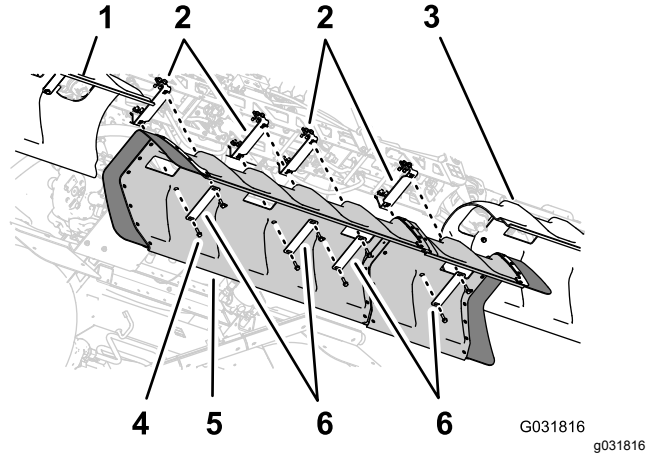

图 151
1. 将中间喷洒臂段护罩上的孔与中间喷洒臂段护罩支撑托架上的孔对齐 图 151。
2. 将在 6 拆掉可选护罩式喷洒臂组件的中间喷洒臂段护罩 11 嘴 (页码 15) 的步骤 1 中卸下的 2 条护罩箍带上的孔与护罩中的软管和 2 个支撑托架对齐 图 151。
4. 将 2 条护罩箍带Toro 零件号 120-0629上的孔与护罩上剩余的 4 个孔和支撑托架上剩余的 4 个孔对齐 图 151。
5. 使用 4 个凸缘头螺栓 5/16 x 1¼ 英寸——Toro 零件号 323-36 将护罩箍带和护罩安装到支撑托架上 图 151。